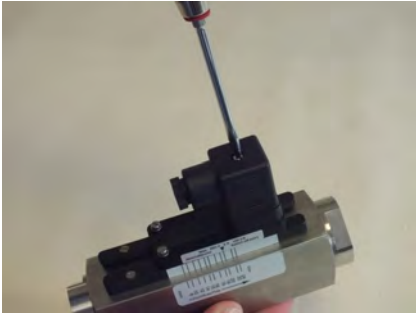

Abb. 73: Steckerdose lösen
1. Mit einem Schlitzschraubendreher die Befestigungsschraube (Abb. 73) der Steckerdose lösen